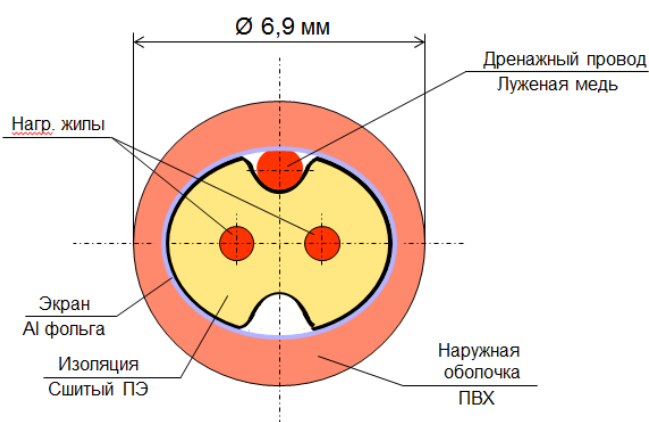

Рис. 1. Внешний вид нагревательного кабеля DEVIflex™ 18T с упаковочной коробкой.
Нагревательный кабель DEVIflex™ 18T (Рис.1) применяется для внутренней или наружной установки (Табл. 1). Используется для полного отопления помещений или для комфортного подогрева поверхности пола, стен, а также для защиты металлических водопроводных труб от замерзания и для обогрева технологических трубопроводов различного назначения. Кабель может применяться для защиты наружных площадок от обледенения и от накопления снега.
Кабель упакован в картонную коробку рис.1.
- B) Упаковочная коробка, см. рис. 1;